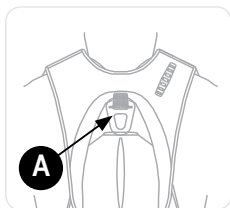

Рисунок 17
- Присоедините карабин стропа с амортизатором к точке крепления системы защиты от падения с высоты, отмеченной **A** (рис. 17). **A** является единственной точкой крепления, которая приводит в действие спасательную функцию снаряжения Latchways PRD.